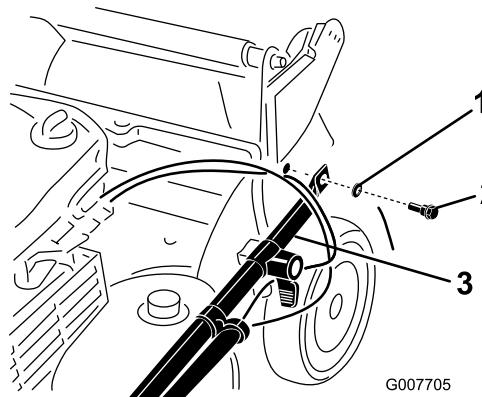

Bild 3
2. Befestigen Sie die Holmenden mit zwei Scheiben und zwei Holmschrauben am Maschinengehäuse (Bild 3), ziehen Sie die **Holmschrauben jedoch nicht fest**.